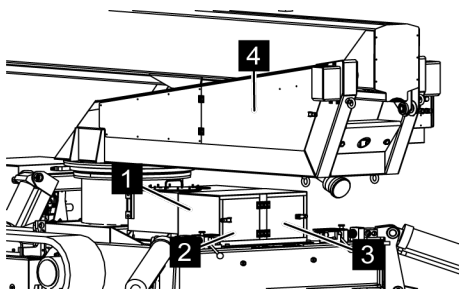

Fig. 133: Capot des vannes à deux voies
2. ➤ Ouvrir les portes (Voir la Fig. 133/2 et 3) et enlever complètement le capot (Voir la Fig. 133/1).
3. ➤ Ouvrir la porte (Voir la Fig. 133/4).